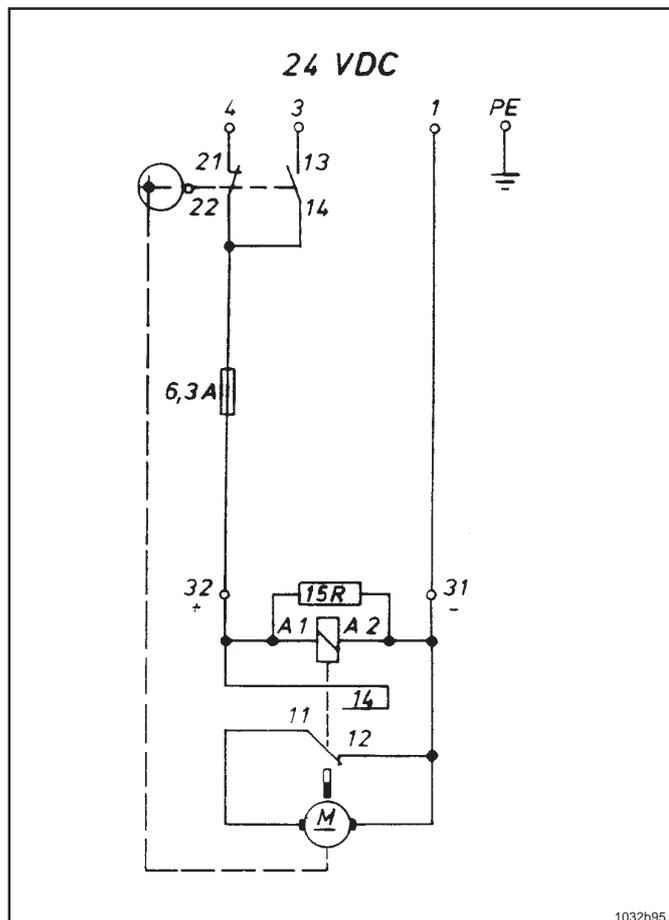

Abb. 6: Schaltplan 24VDC-Version
- Elektrischen Anschluß der EM-U2 nach Abb. 6 vornehmen